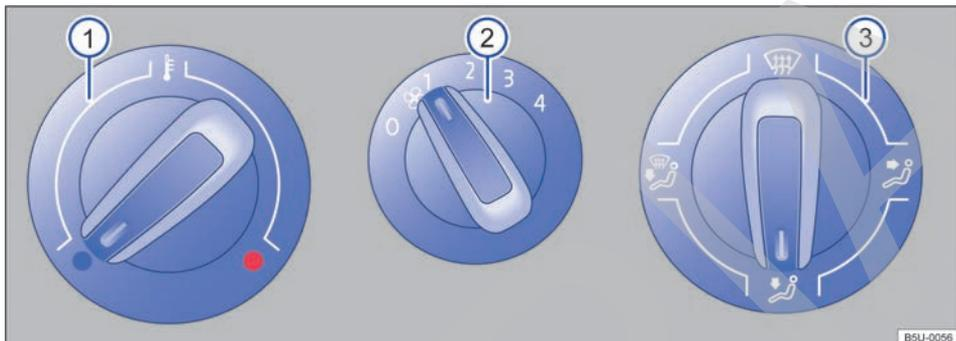
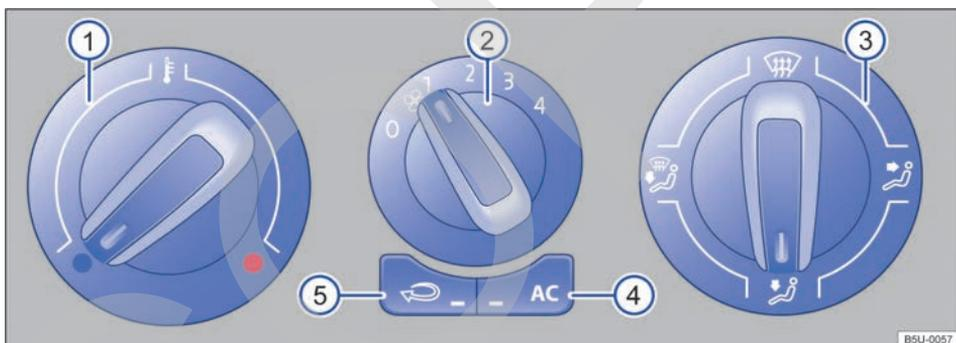

Fig. 119 En la consola central: comandos del sistema de ventilación y calefacción.
Fig. 120 En la consola central: mandos del climatizador.
Tecla, regulador	Información complementaria del sistema de ventilación y calefacción ⇒ fig. 119 y climatizador ⇒ fig. 120.
- En vehículos con sistema de calefacción, coloque el regulador de la temperatura ⇒ fig. 119  completamente hacia la derecha, a la posición máxima de calefacción.
- Colocar el regulador de distribución de aire ⇒ fig. 120  en la posición , en esta posición no se puede accionar el modo de recirculación de aire.